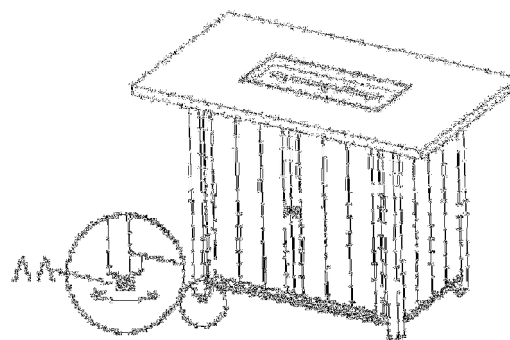

Figura 6
6. Gire la mesa, use el nivelador ajustable (AA) para asegurarse de que la mesa esté nivelada (ver la figura 6)